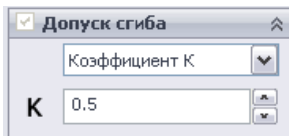
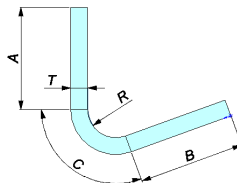

Рисунок 9.3 - Вибір типу допуску згину й величини
Рисунок 9.4 - Радиус згину
5. У розділі **«Допуск сгиба»** (рис. 9.3) виберемо тип допуску згину й величину. По своїй суті, допуск згину - це довжина листового матеріалу, яка припадає на радіус згину (рис. 9.4).